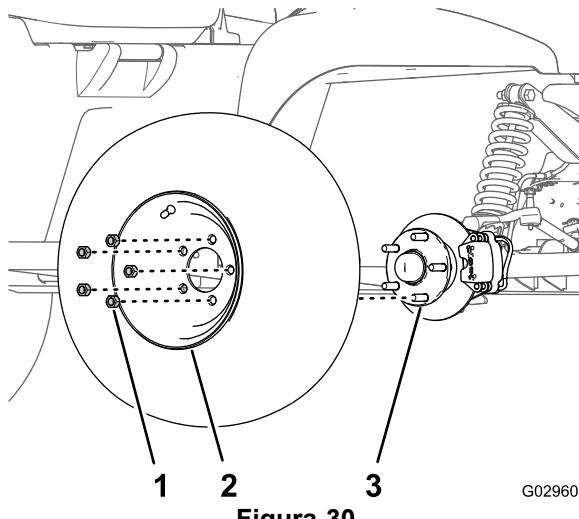

Figura 30
2. Retire las 5 tuercas que sujetan la rueda al cubo (Figura 30).
4. Alinee los taladros de la rueda con los espárragos del cubo y monte la rueda en el cubo con la válvula hacia fuera (Figura 30).
5. Sujete la rueda al cubo con las tuercas (Figura 30), y apriete las tuercas a 108–122 N·m.